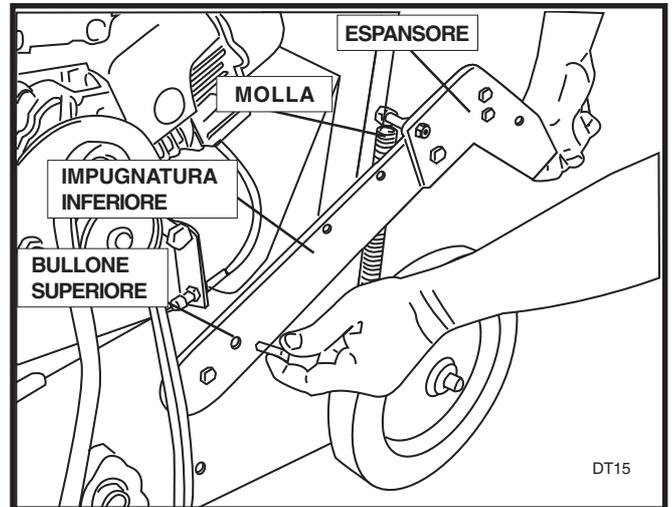

FIGURA 8
19. Rimuovere il bullone superiore dall'impugnatura inferiore e ruotare verso terra. Utilizzando le viti originali in dotazione, installare la molla sull'espansore. Ruotare l'impugnatura nella posizione originale e installare il bullone 3/8" nell'impugnatura inferiore. Ripetere sull'altro lato. Vedere Figura 8.